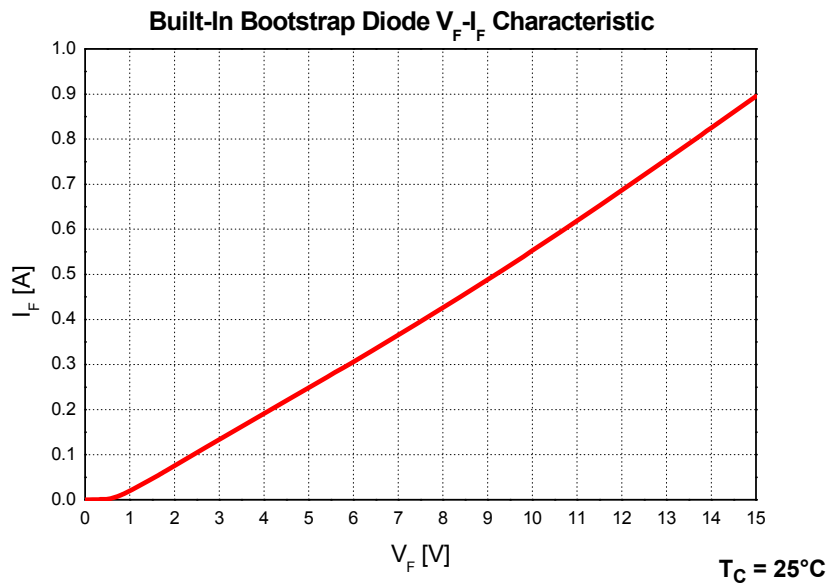

图 2. 内置自举二极管特性 (典型值)
- 内置自举二极管其阻抗特性约为 $15\ \Omega$ 。请参阅图 2。